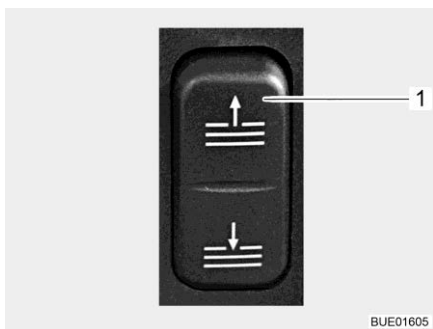

Bild 20 Knapp för mörkläggningsgardin vindruta
- Öppna mörkläggningsgardin vindruta. För att göra detta tryck på den övre halvan av knappen (Bild 20,1).